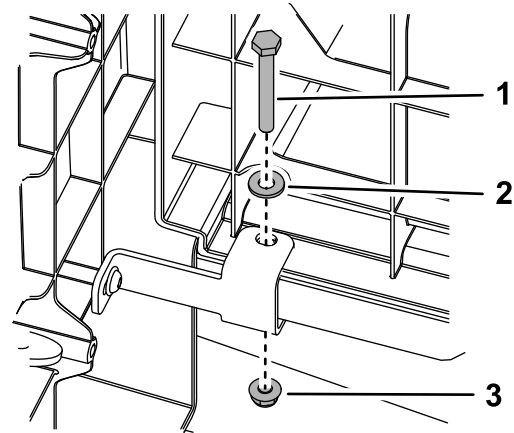

Figura 4
4. Retire y guarde el perno, la arandela y la tuerca que sujetan el panel de la base del asiento trasero a la chapa de suelo en los lados derecho e izquierdo de la máquina (Figura 4).